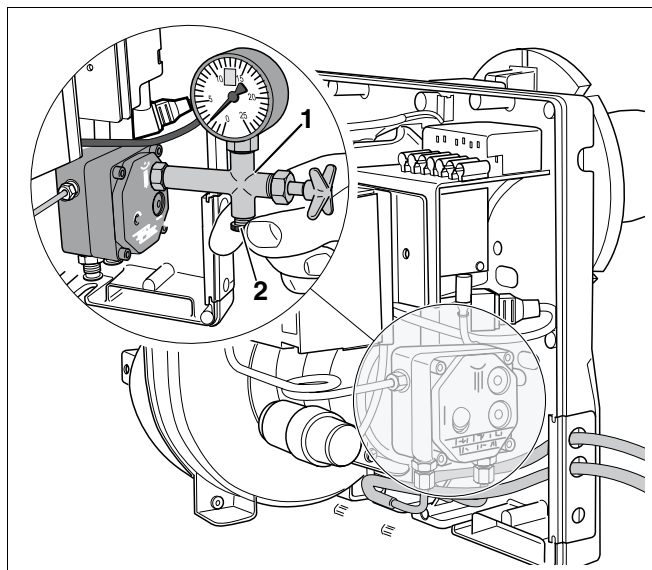

Fig. 9 Purgar a tubagem de gasóleo
- Monte o manómetro de gasóleo (Fig. 9, **Item 1**) na respectiva ligação da bomba de gasóleo.
- Evacue o ar do sistema através do manómetro de pressão de gasóleo (Fig. 9, **Item 1**).
- Feche o orifício de purga (Fig. 9, **Item 2**) apenas quando o ar deixar de sair do manómetro de gasóleo (Fig. 9, **Item 1**).